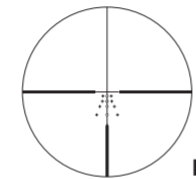
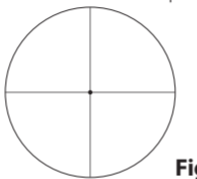

Fig. 3-1
Fig. 3-2
- 1 Mire a través del ocular colocando el ojo a unos 10 cm (4 pulg.) de distancia del ocular para ver la retícula BDC avanzada (Fig. 3-1) o la retícula Fine Crosshair con punto (Fig. 3-2). Asegúrese de colocar el ojo con la alineación y distancia entre el ojo y el ocular correctos; de lo contrario, "no verá nada".